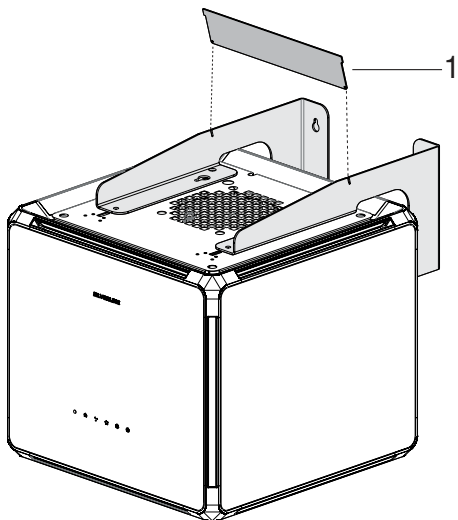

Abb. 13
- ➔ Setzen Sie nach der Wandmontage die Abdeckplatte an der entsprechenden Stelle (Abb. 13).